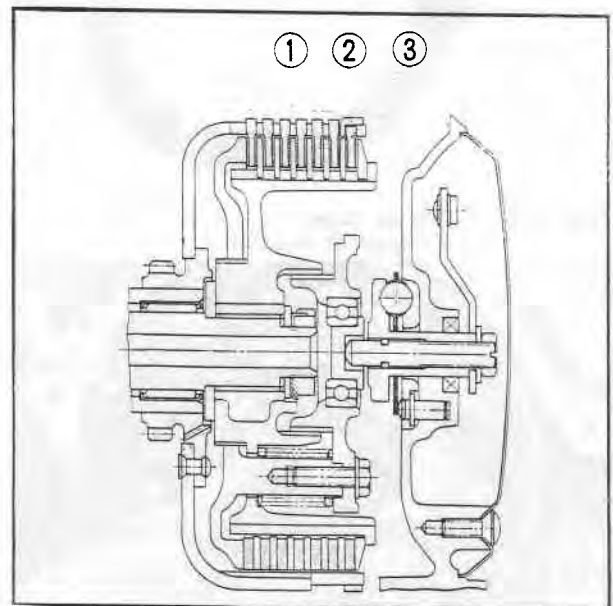

Fig. 4-5 ① Disque d'embrayage A
② Clé à douille
4. Enlever le disque d'embrayage B et la bague extérieure de la couronne extérieure, puis démonter les disques d'embrayage A et les plateaux de friction. (Fig. 4-5)